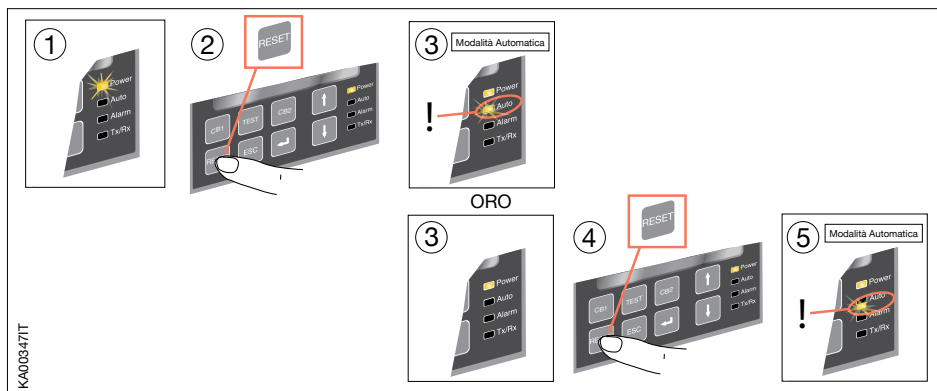

Figura 4.4 Selezione del dispositivo di commutazione automatica ATS022 in Modalità Automatica
- Assicurarsi che il LED Power sia in ON, vedi Figura 4.4/①
- Premere il tasto RESET una volta/②.
- Se il LED Auto è in ON, il dispositivo di commutazione automatico ATS022 è in Modalità Automatica /③.
- Se il LED Auto LED è in OFF, premere nuovamente il tasto RESET/④, il LED Auto commuta in ON /⑤ e il dispositivo di commutazione automatica ATS022 è in Modalità Automatica.